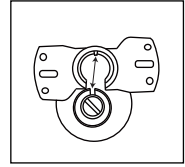
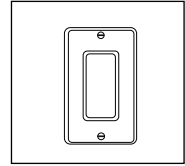

Figura 1
Figura 2
1. Inserte la cabeza de la varilla en la ranura del soporte de montaje. (Figura 1)
2. Memoria del interruptor de pared: (Figura 2)
Su nuevo ventilador de techo requerirá una línea de suministro eléctrico a tierra de AC 220~240V/50Hz, Circuito de 15 amperios. El código eléctrico requiere el uso de una caja de salida clasificada para ventilador para soportar el peso adicional y el movimiento asociado con un ventilador de techo. Una caja de salida clasificada para ventilador estará etiquetada como tal y generalmente soporta hasta 70 libras para un ventilador de techo. Las cajas de salida clasificadas para ventilador varían en calificación y diseño. Asegúrese de que las calificaciones de la caja de salida para ventilador de su techo cumplan con los requisitos del ventilador de techo que se instalará. La Figura 1, Figura 2 y Figura 3 muestran diferentes configuraciones estructurales que pueden utilizarse para montar la caja de salida.
### Uso de perfil bajo (Figura 1):
### Uso de perfil profundo (Figura 2):